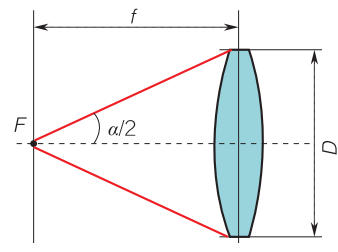

图 2-1-15 光圈定义
(3) 光圈 衡量镜头性能的一个重要指标是光圈。光圈的定义是镜头的焦距除以直径 ($F=f/D$, D 为镜头直径, f 为镜头焦距)，如图 2-1-15 所示。例如 $f/2.8$ (这里的 f 不再代